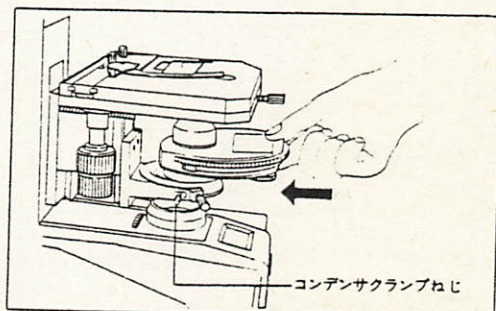

図8
- 2) ターレットコンデンサを図8のように、水平にコンデンサキャリアに押し込み、キャリアの溝にターレットコンデンサのピンをはめ込ませてから、クランプねじでしっかり固定します。(ターレットを回転しても緩むことのないよう固定して下さい。)